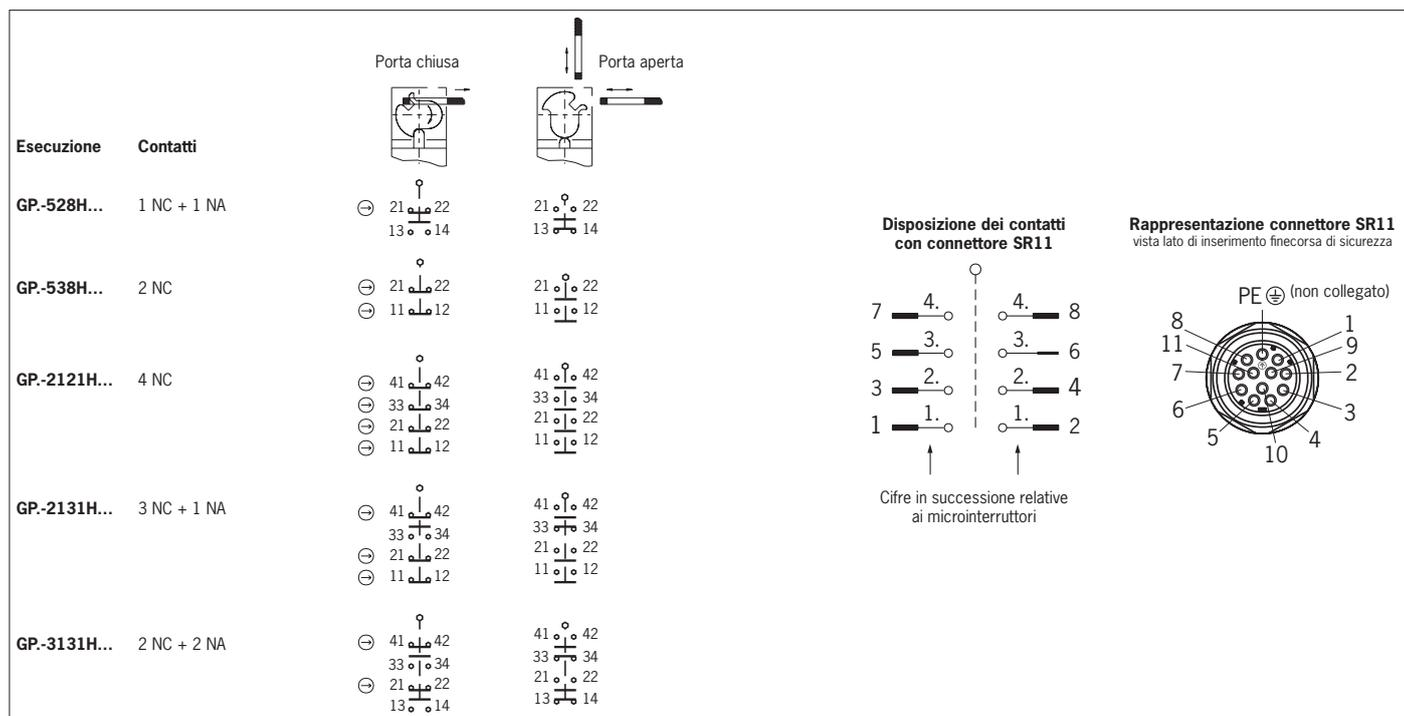

Fig. 3: Microinterruttori e commutazioni
- Collegare e serrare i morsetti con una coppia di 0,5 Nm (per la disposizione dei contatti vedere Fig. 3).